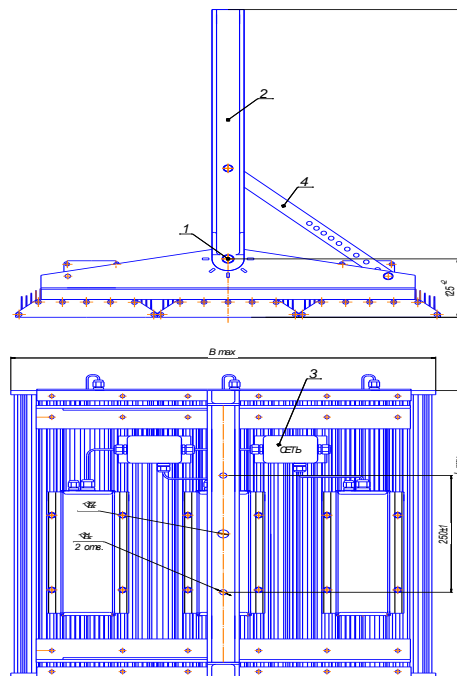

Рис. 3
— для светильников мощностью 600-1200 Вт (рис.3):
- а) ослабить крепежные болты лиры (1);
- б) закрепить лиру (2). Крепежные соединения должны быть затянуты с усилием не менее 29 Нхм;
- г) пропустить питающие и заземляющий провода через кабельный ввод и подключить к тройным клеммам «Wago» согласно схемы рис.3а; 4а; 5а, закрыть крышку распределительной коробки светильника;
- д) отрегулировать необходимое положение светильника, закрепить стопорные планки лиры (4) и затянуть крепежные болты (1). Крепежные соединения должны быть затянуты с усилием не менее 17 Нхм
Рис.3а